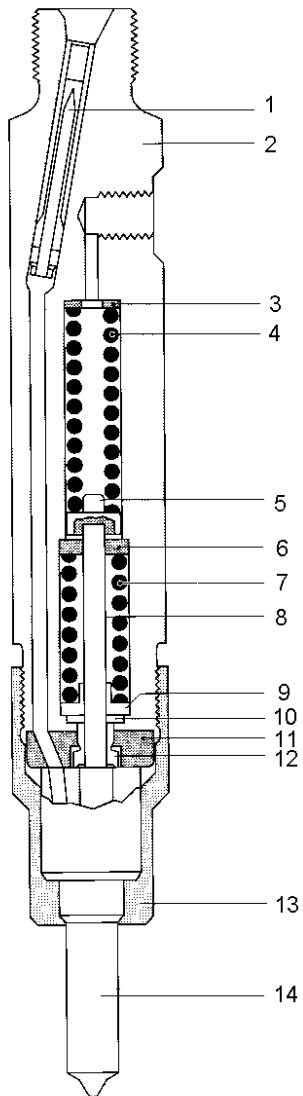

Рисунок 29 – Форсунка подачи топлива:
**Форсунка** (Рисунок 29) закрытая, с двухстадийной подачей топлива. Давление впрыска: